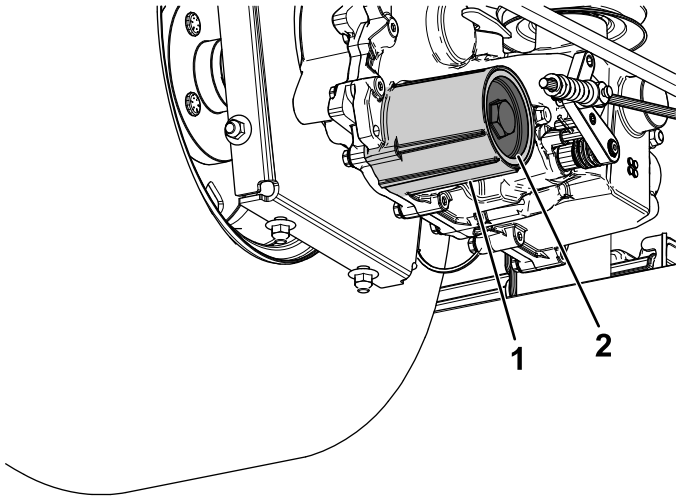

Figure 84
7. Déposez le couvercle du filtre à huile hydraulique de la boîte-pont pour vidanger le liquide (Figure 84).